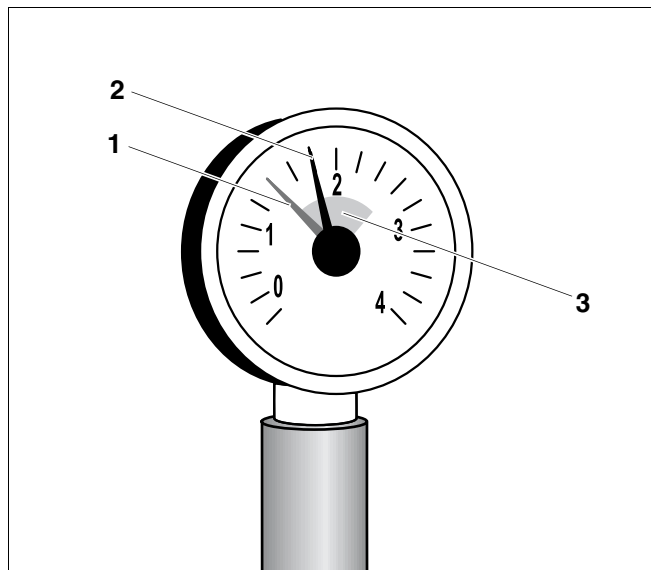

Рис. 6 Манометр для закрытых установок
В закрытых установках стрелка манометра (рис. 6, поз. 2) должна находиться в зеленой зоне (рис. 6, поз. 3).
Красная стрелка манометра (рис. 6, поз. 1) должна быть установлена на требуемое давление. Требуемое давление устанавливает наладчик.
- Проверьте, находится ли стрелка манометра (рис. 6, поз. 2) в зеленой зоне (рис. 6, поз. 3).
Если стрелка (рис. 6, поз. 2) не доходит до зеленой зоны (рис. 6, поз. 3), то давление воды слишком низкое. Необходимо восполнить потерю котловой воды, долив подпиточную воду. Для заполнения отопительной установки используйте только необработанную водопроводную воду.
- Заполняйте установку подпиточной водой через кран для заполнения и слива до тех пор, пока стрелка манометра (рис. 6, поз. 2) не перейдет в зеленую зону (рис. 6, поз. 3).